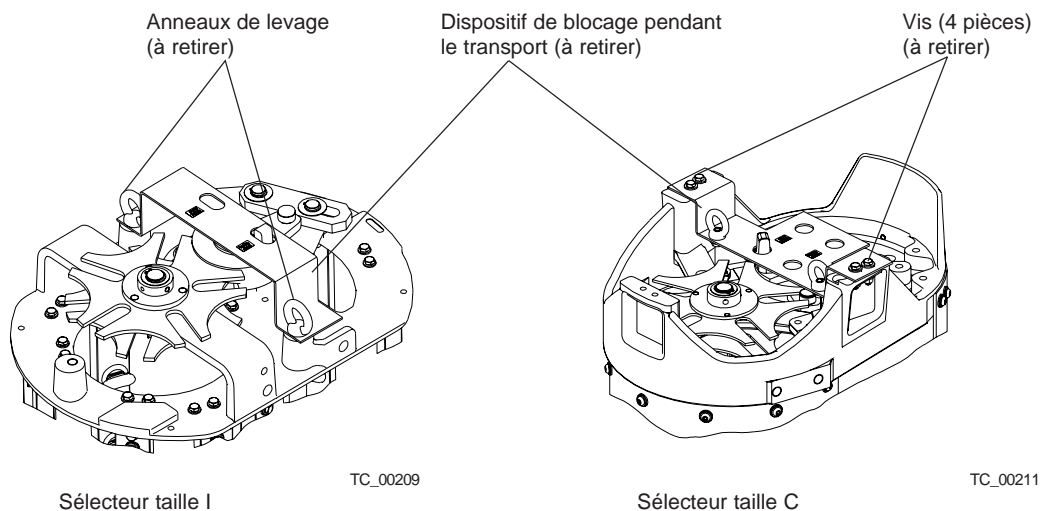

Fig. 4.
3. Retirer le dispositif de blocage prévu pour le transport ainsi que les anneaux de levage situés au sommet du sélecteur (voir fig. 4).